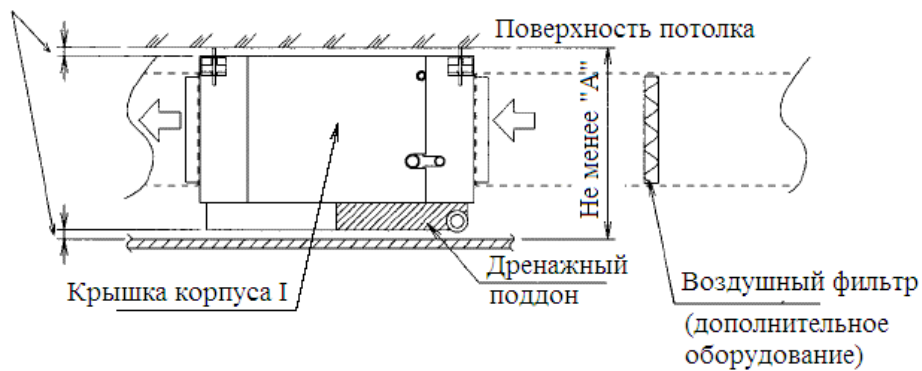

Рис. 2
(2) Блок подвешивается к потолку на болтах. Убедитесь, что прочность потолка достаточна, чтобы выдержать вес блока. Если потолок недостаточно прочен, укрепите его.
(3) Нижняя поверхность блока должна находиться не менее, чем в 2,5 м от пола, чтобы не мешать находящимся в помещении людям.
(4) Воздуховод должен быть снабжен воздушным фильтром, приобретаемым отдельно (см. Рис. 2). Не эксплуатируйте кондиционер без фильтра.
(Размер "A" - см. Рис. 2)
1. Откройте крышку корпуса I, находящуюся со стороны подключения трубопроводов (см. Рис. 2).